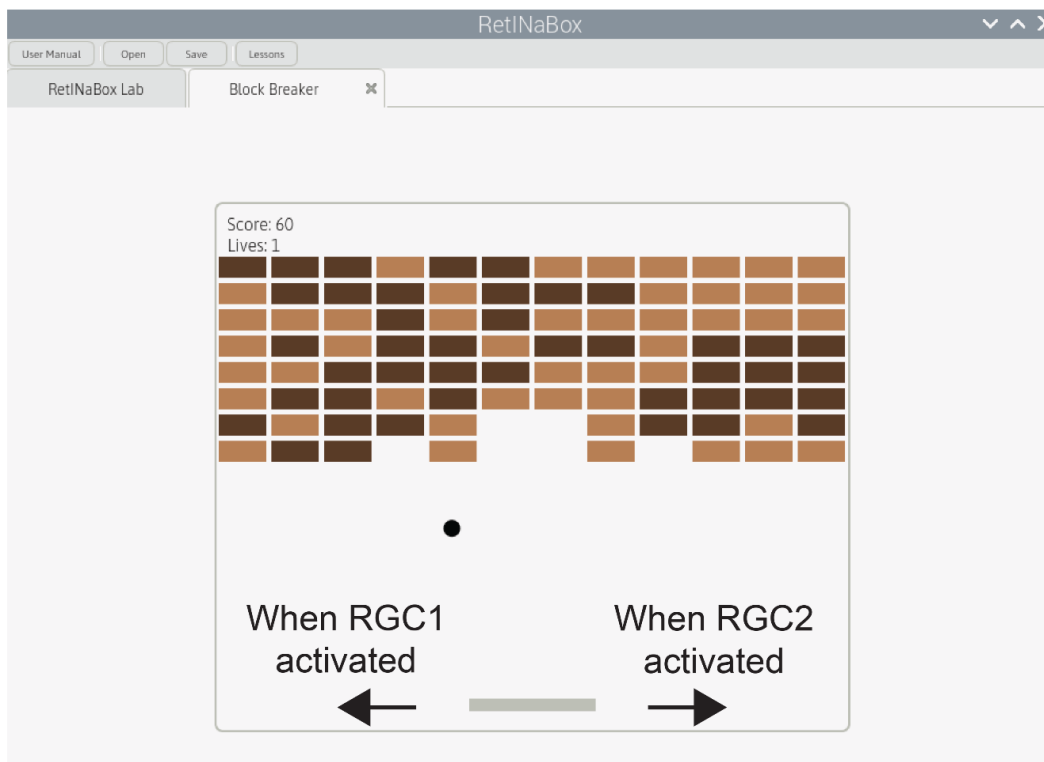

Рисунок 41. Игра «Разбей кирпичи», относящаяся к Уроку 3.
1. В Уроке 3, после генерации ганглиозных клеток, реагирующих на движение влево и вправо, пользователям предлагается открыть игру «Разрушитель блоков» (доступ через вкладку «Уроки» в строке меню). Это откроет игру (**Рис. 41**). При запуске игры автоматически загораются все светодиоды стимуляции на РетнаБокс.